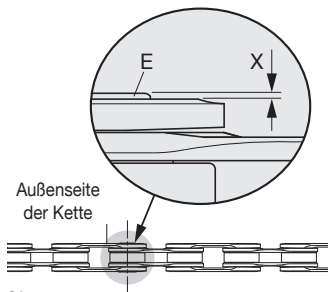

Abb.21
- Das leichte Vorstehen (X) des Stiftes (E) aus dem Kettenglied (an der Außenseite der Kette) (**Abb. 21**) ist ganz normal und stört die normale Gleitbewegung der Kette nicht.